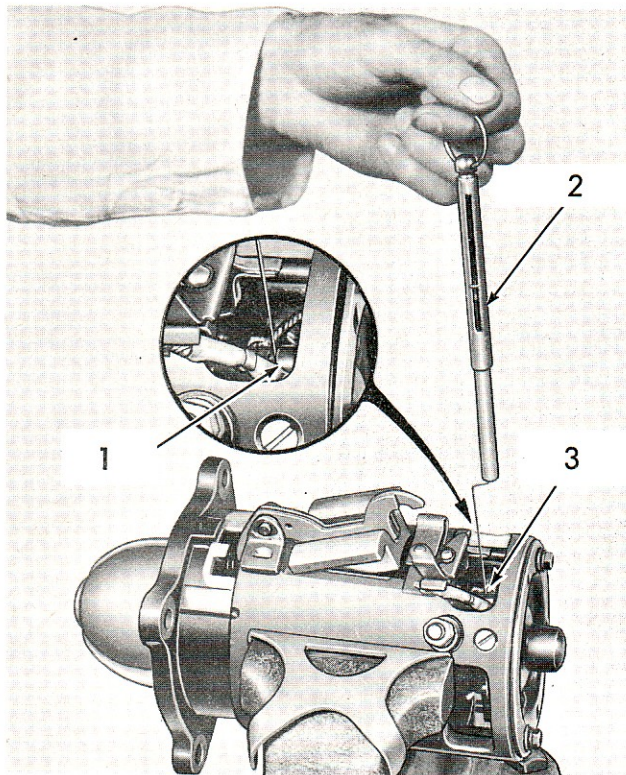

Fig. 37.
5. Vérifier la tension des ressorts de balai (Fig. 37). Remplacer ces derniers si la tension n'est pas conforme à la valeur spécifiée page 71.